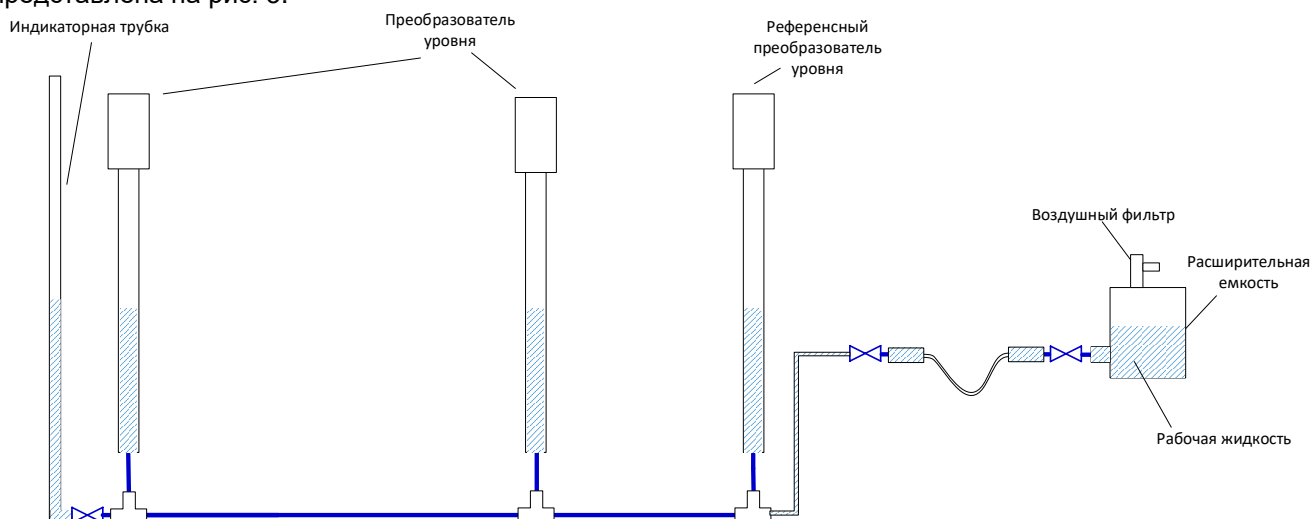

Рисунок 3. Схема заполнения гидронивелира
3.2 Заполнение гидронивелира осуществляется методом «подтопления», при котором рабочая жидкость, при заполнении, относительно медленно поступает во внутренние полости гидронивелира по трубкам гидростатической линии снизу-вверх. При этом происходит вытеснение воздуха из внутренних полостей, и исключается возникновение пузырьков в трубках гидростатической линии. Для заполнения потребуются специальная оснастка, входящая в комплект поставки. Схема заполнения гидростатической линии представлена на рис. 3.